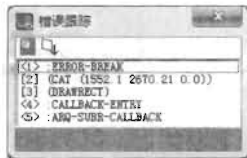

图 22-10
(4) 退出当前调试层。命令行出现错误提示并自动返回 Visual LISP 编辑器，单击“调试”工具栏的 (退出) 按钮退出当前调试层，命令行将显示“; 出错后退出”信息。
(5) 打开错误跟踪对话框。回到 Visual LISP 编辑器，执行“视图>错误跟踪”菜单命令，可以看到错误跟踪对话框已经有几条信息，如图 22-10 所示。